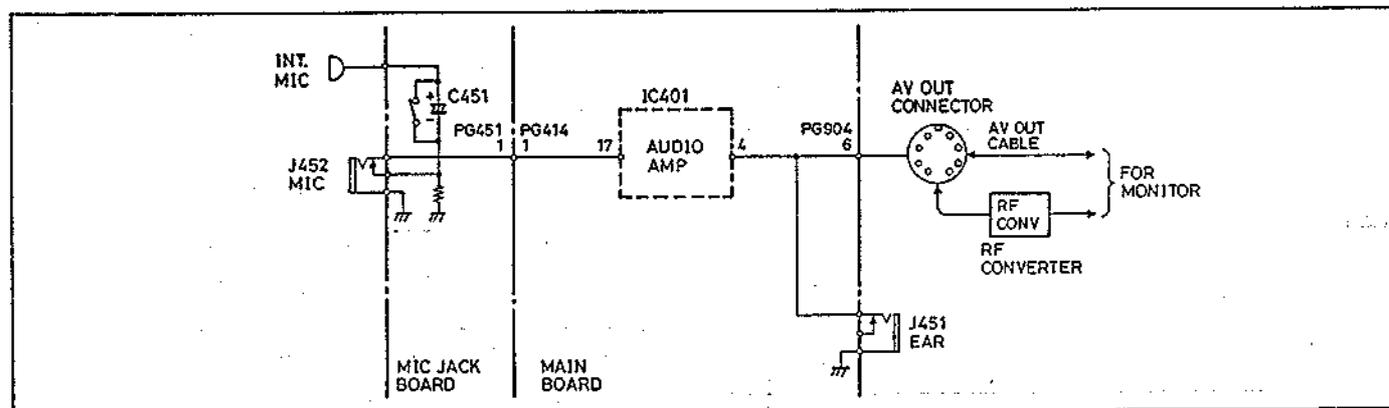

Abb. 6.2 Audio-Eingabe-/Ausgabeschaltkreis (I/O)
2. Audio-Eingabe-/Ausgabeschaltkreis (I/O) (Abb. 6.2)